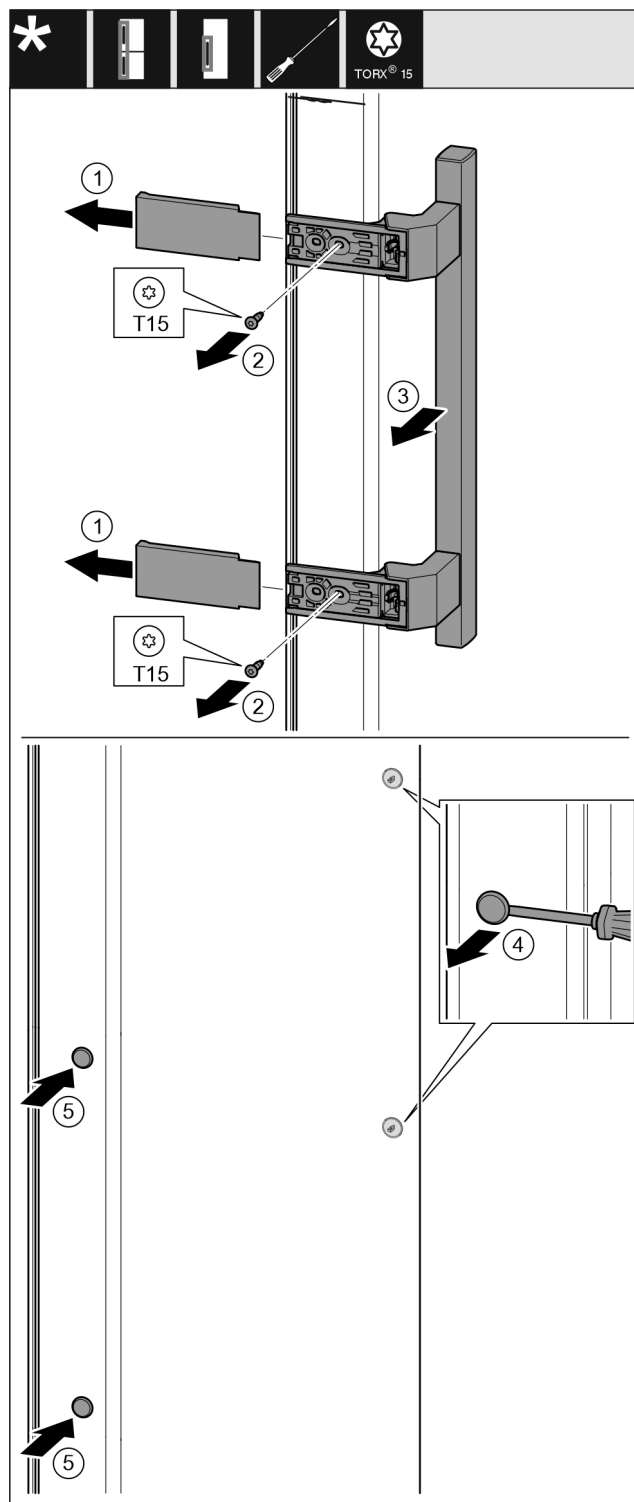

Fig. 39
- Hiqni kapakun mbulues. Fig. 39 (1)
- Nxirrni jashtë vidat me një kaçavidë T15. Fig. 39 (2)
- Hiqni dorezën. Fig. 39 (3)
- Ngrini lart me kujdes tapat anësore me një kaçavidë me kokë petë dhe nxirrini jashtë. Fig. 39 (4)
- Vendosni sërish tapat në anën tjetër. Fig. 39 (5)